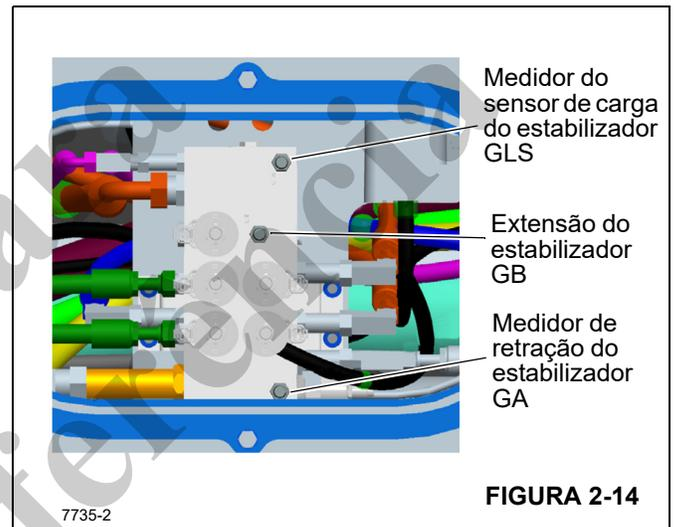

FIGURA 2-14
- a. Instale um manômetro de mínimo de 345 bar (5000 psi) na entrada do medidor GB no coletor do estabilizador dianteiro frontal. Consulte Figura 2-14.
O circuito de Retração do estabilizador tem uma válvula de alívio única na Válvula do estabilizador dianteiro com um ajuste conforme mostrado na Figura 2-14 e Tabela 2-4.